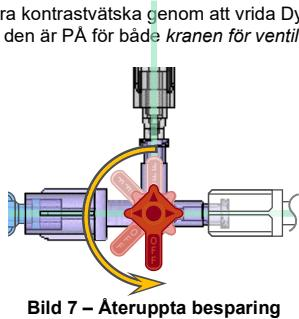

Bild 7 – Återuppta besparing
- b. Återgå till att spara kontrastvätska genom att vrida DyeVert Power XT-kranen så att den är PÅ för både *kranen för ventilval* och katetern. (Se bild 7)